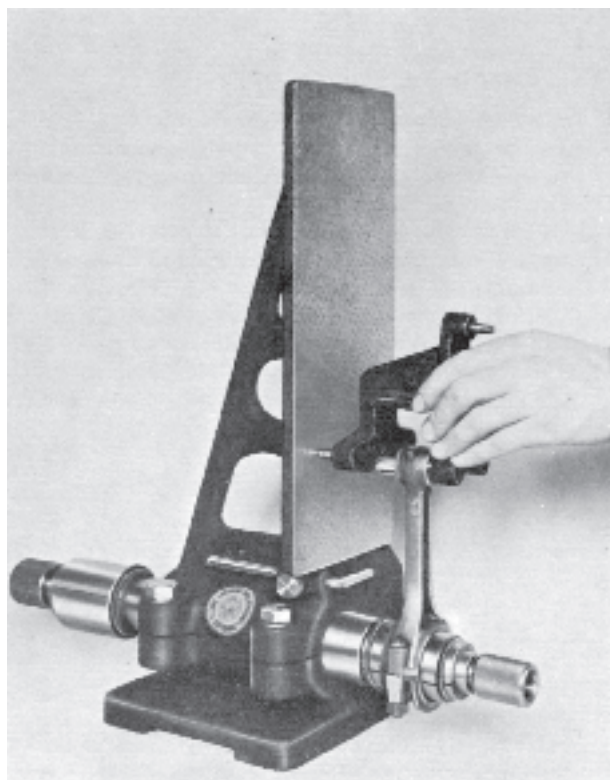

Fig. 29. Kontroll av vridning
2. Vid kontroll av vridning placeras indikatorn på det sätt fig. 29 visar.